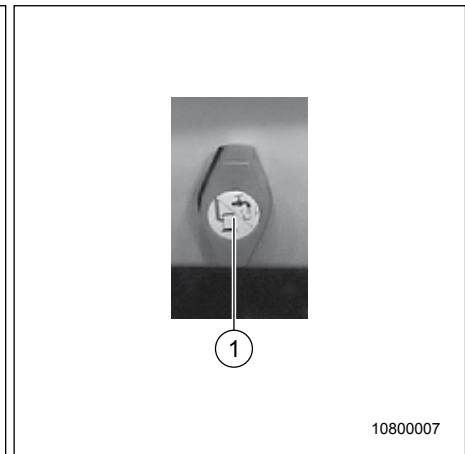

Fig. 52 Gasolavstängningsventil
- Gasolavstängningsventilen för värmesystemet (Fig. 52, pos. 1) är placerad under sängen.